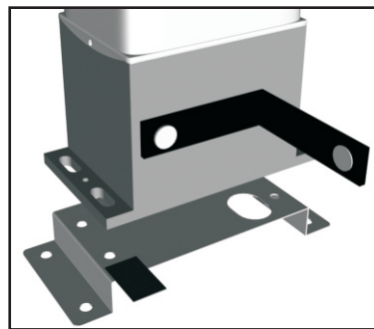

Abb. 2
- befestigen Sie nun den Antrieb auf der Motorkonsole ( Abb. 2 ) - siehe Tip